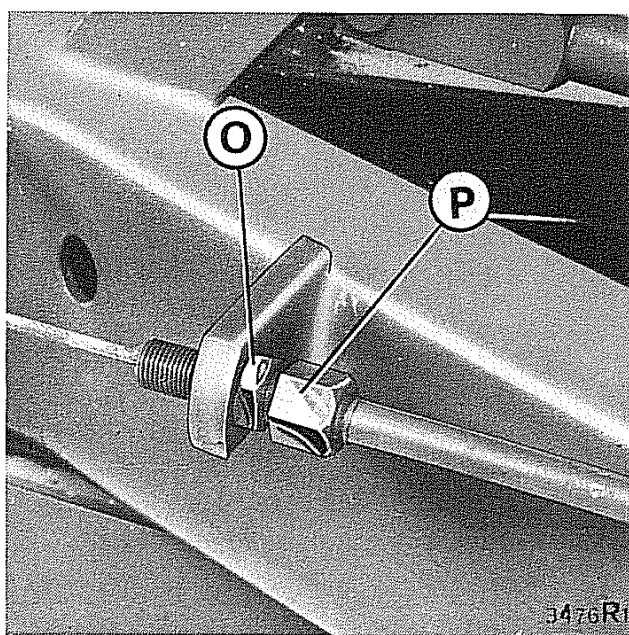

Fig. 24 - Registrazione bloccaggio differenziale
- Allentare il controdado **O** (fig. 24).